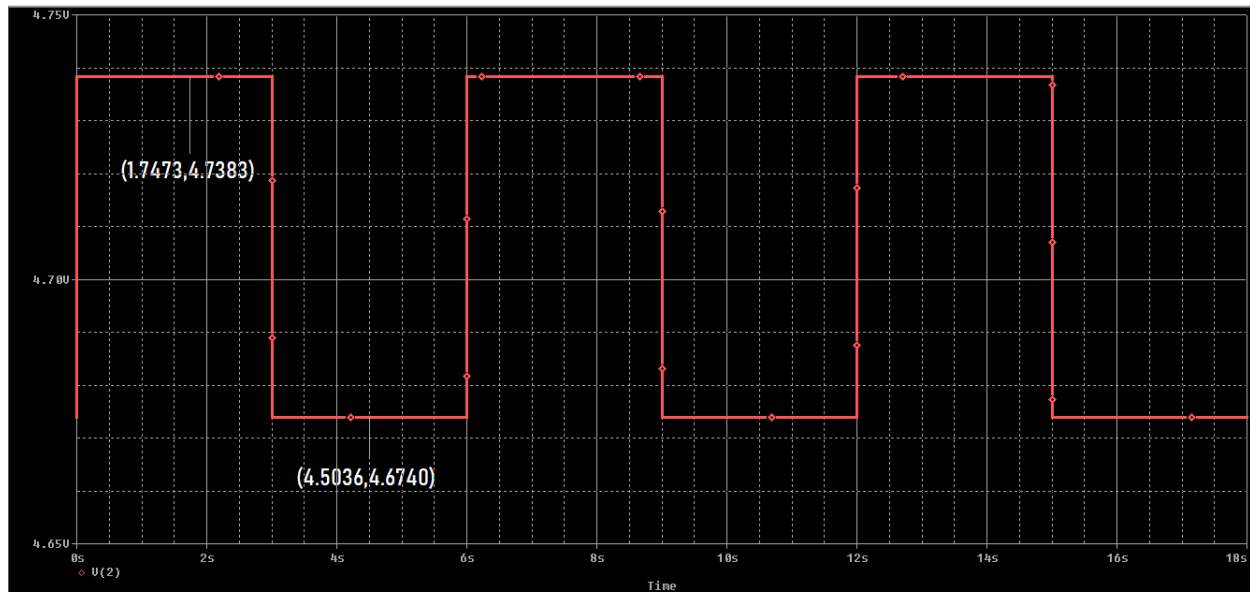

Figura 12. Gráfica de voltaje en la carga con máximos y mínimos.
I. La figura 12 muestra la gráfica del voltaje en la carga.